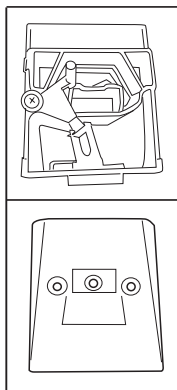

Fig. 18
- Proceda con al limpieza de la tolva, tanto por dentro como por fuera, para eliminar cualquier obstrucción presentes en correspondencia con los tres agujeros **(Fig.18)**